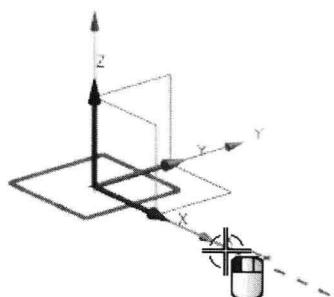

图 1-4 沿+X 方向创建水平线
- 沿着+X 方向移动鼠标，当看到带箭头的虚线辅助线时单击屏幕位置，创建一条水平线，如图 1-4 所示。